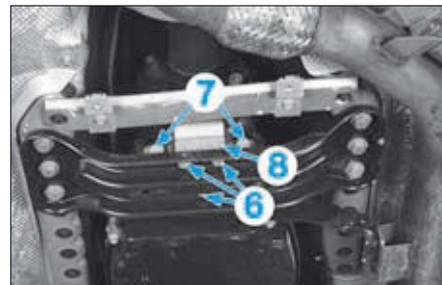

FIG. 6
- les vis (6) (Fig.6),
- les vis (7),
- le silentbloc arrière (8) de transmission automatique,